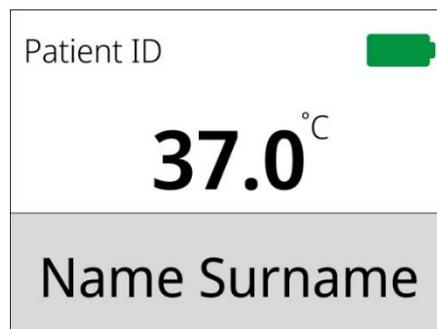

Abbildung 14.34 Eine abgedockte Kammer mit zugewiesenem Patienten
**Schlägt der Andockvorgang fehl, leuchtet eine gelbe LED auf, um den Anwender darauf hinzuweisen, dass der Andockvorgang nicht abgeschlossen ist. Darüber hinaus bleibt die Anzeige der Kammer unverändert (siehe Abbildung 14.34). Zur Behebung dieses Problems docken Sie bitte die Kammer ab und anschließend erneut an.**